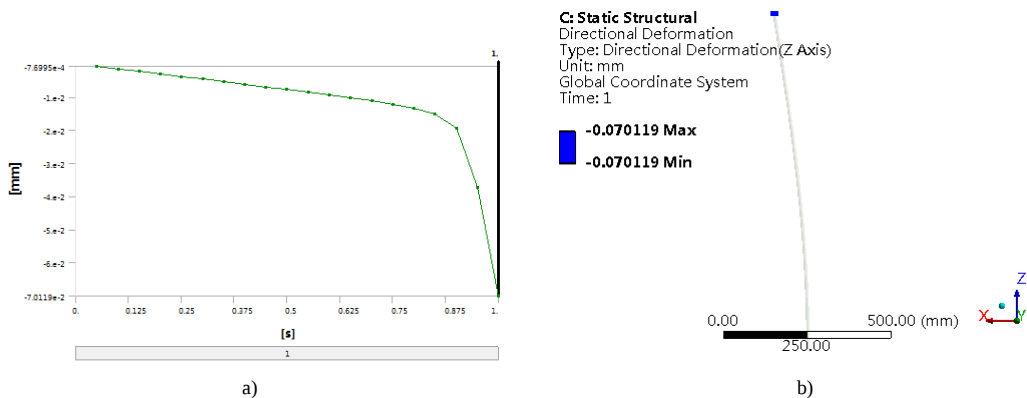

图 9-19 Y 向变形结果
8) 在 Outline 树结构图“Directional Deformation”上右击, 在弹出的快捷菜单中选择“Evaluate All Results”, 此时进行求解, 求解后得到的 Y 向变形结果如图 9-19 所示。